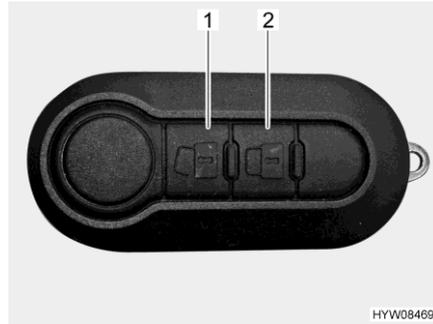

Fig. 35 Mando a distancia (cierres centralizados)
- Pulsar la tecla  (Fig. 35,1) una vez brevemente. Las cerraduras de las puertas estarán desbloqueadas. El botón de seguridad salta hacia fuera.
- Pulsar la tecla  (Fig. 35,2) una vez brevemente. Las cerraduras de las puertas estarán bloqueadas. Si todas las cerraduras han sido bloqueadas, se emitirá una confirmación a través de los intermitentes del vehículo.